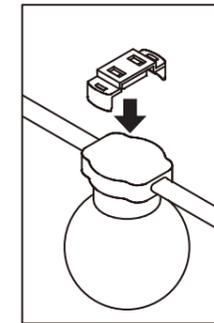

図1
1. ソケットにワイヤーロックセット本体を装着します。パチッと音が鳴るまで両側のツメを押し込み、確実に取り付けてください。(図1)